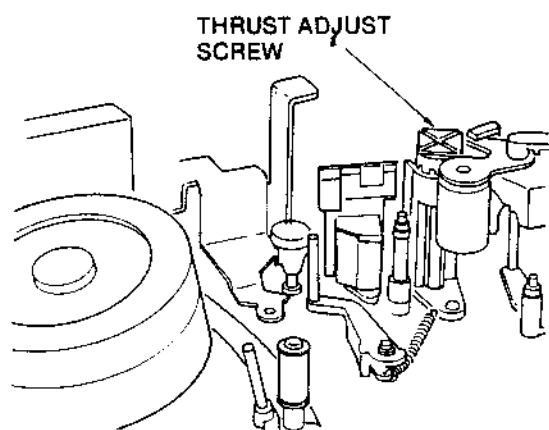

Fig. 2-8
- Die Spurlagerschraube Pos. 41(1) etwas drehen, bis der Capstan-Rotor gerade die Spule des Capstan-Stators berührt, siehe Fig. 2-8.